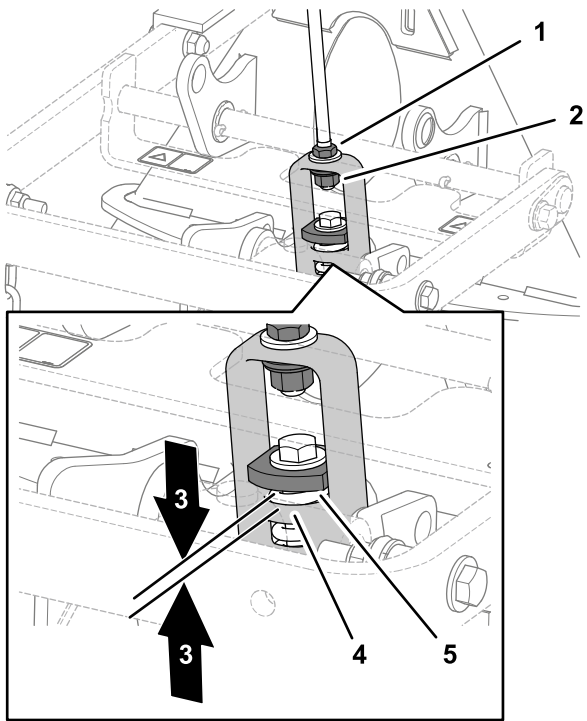

Figura 11
9. Con el rastrillo montado y sujeto a la unidad de tracción, mida el espacio entre la arandela superior y el espaciador del enganche del adaptador de accesorios, según se muestra en Figura 11.